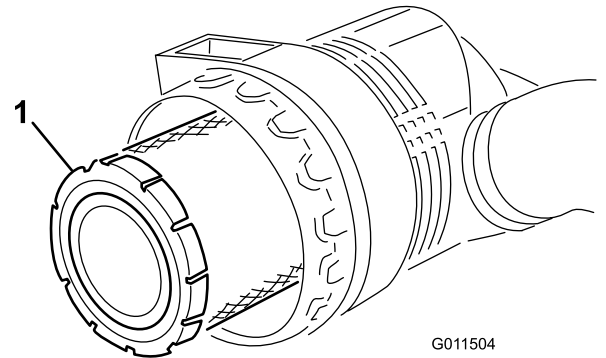
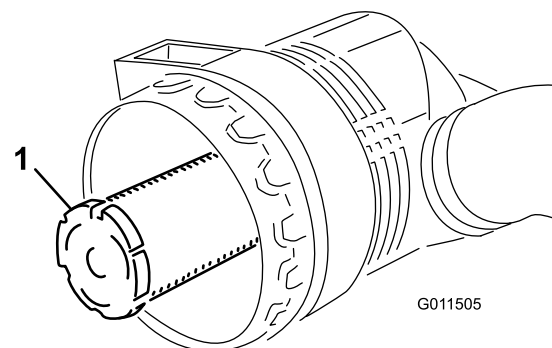

Figura 72
Figura 73
3. Togliete il filtro primario dell'olio (Figura 72). Si sconsiglia la pulizia dell'elemento usato, per evitare il rischio di danneggiare l'elemento filtrante. Controllate il filtro nuovo e accertatevi che non sia stato danneggiato durante la spedizione, in particolare l'estremità di tenuta del filtro ed il corpo. Non usate l'elemento se è avariato. **Non** togliete il filtro di sicurezza (Figura 73).
Importante: Non cercate mai di pulire il filtro di sicurezza (Figura 73). Sostituitelo con uno nuovo ogni tre revisioni del filtro primario.
4. Sostituite il filtro primario dell'olio (Figura 72).